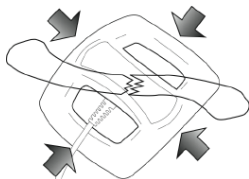

Figura 3
6. Centre el transductor de tratamiento sobre el lugar de la fractura siguiendo las indicaciones de su médico. (Figura 3)